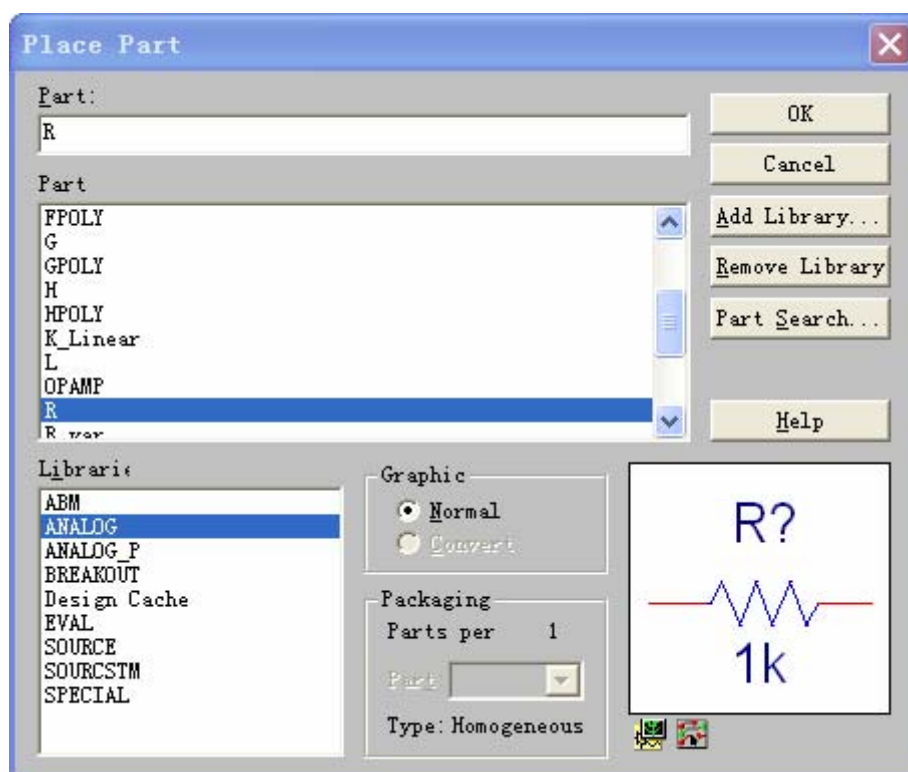

图 4：放置元件窗口 Place Part
2. 用 Place > Part 命令放置元件或点击 Place Part 图标，打开如图 4 的对话框。